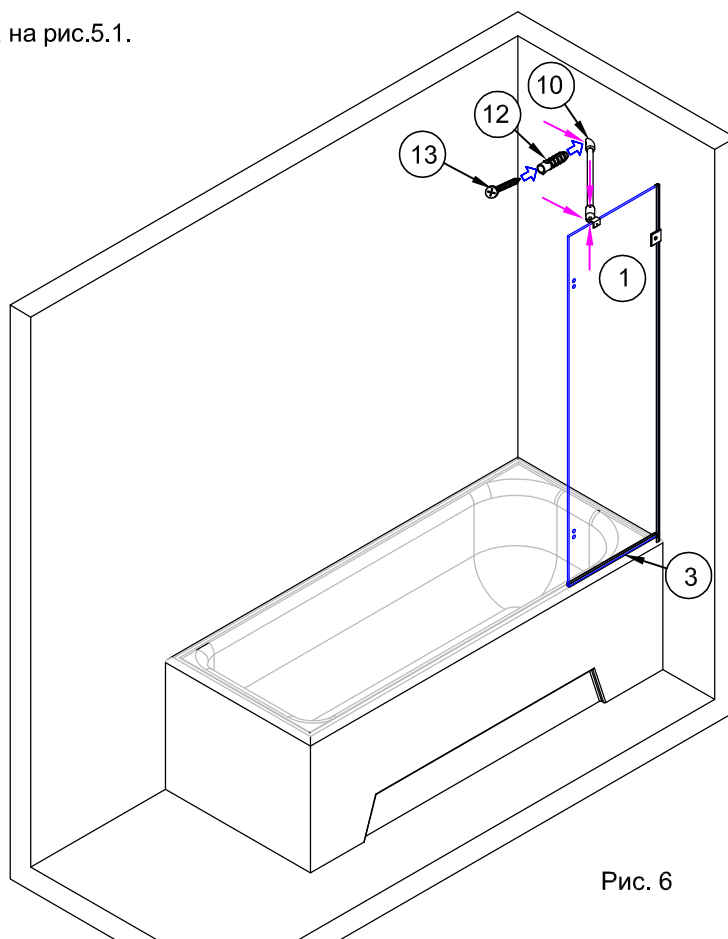

Рис. 6
3.2. Установить собранную штангу на стекло №1 (рис.6). Прижать держатель №10 штанги плоскостью к стене.
3.3. Отметить через отверстие в держателе №10 место сверления отверстия под дюбель (рис.6). Убрать штангу.
При необходимости использовать молоток. (рис.6)
3.6. Затянуть все фиксирующие винты на установленной на своё место собранной штанге (рис.6).